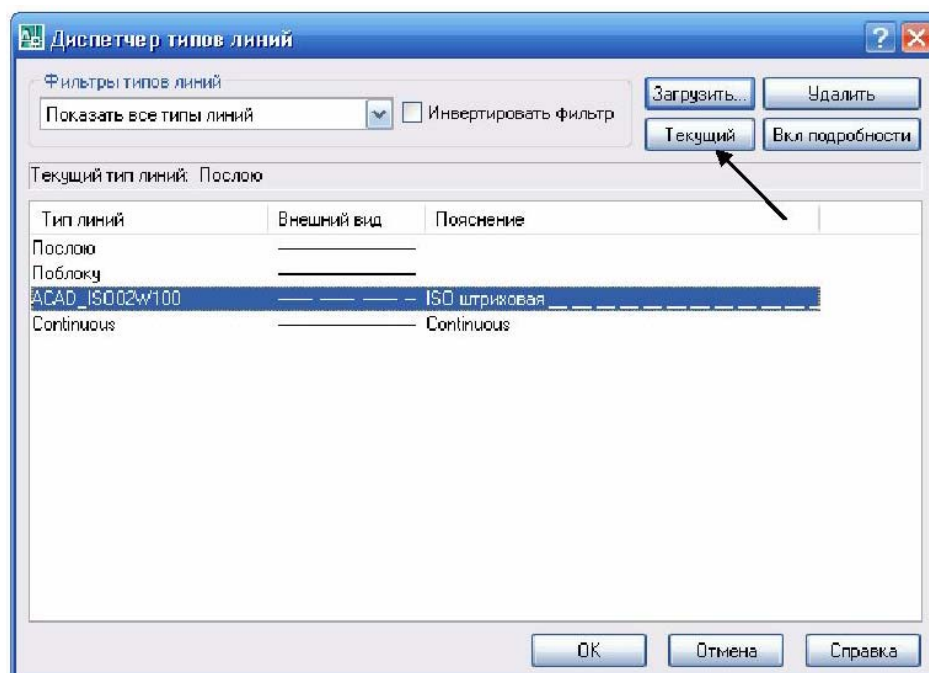

Рис. 1.15. Зробити обраний тип лінії активним
4. Обраний зі списку тип лінії додається у список типів ліній вікна «Диспетчер типів ліній». Якщо стати на нього, можна зробити його активним, клацнувши по кнопці «Текущий» (рис. 1.15).